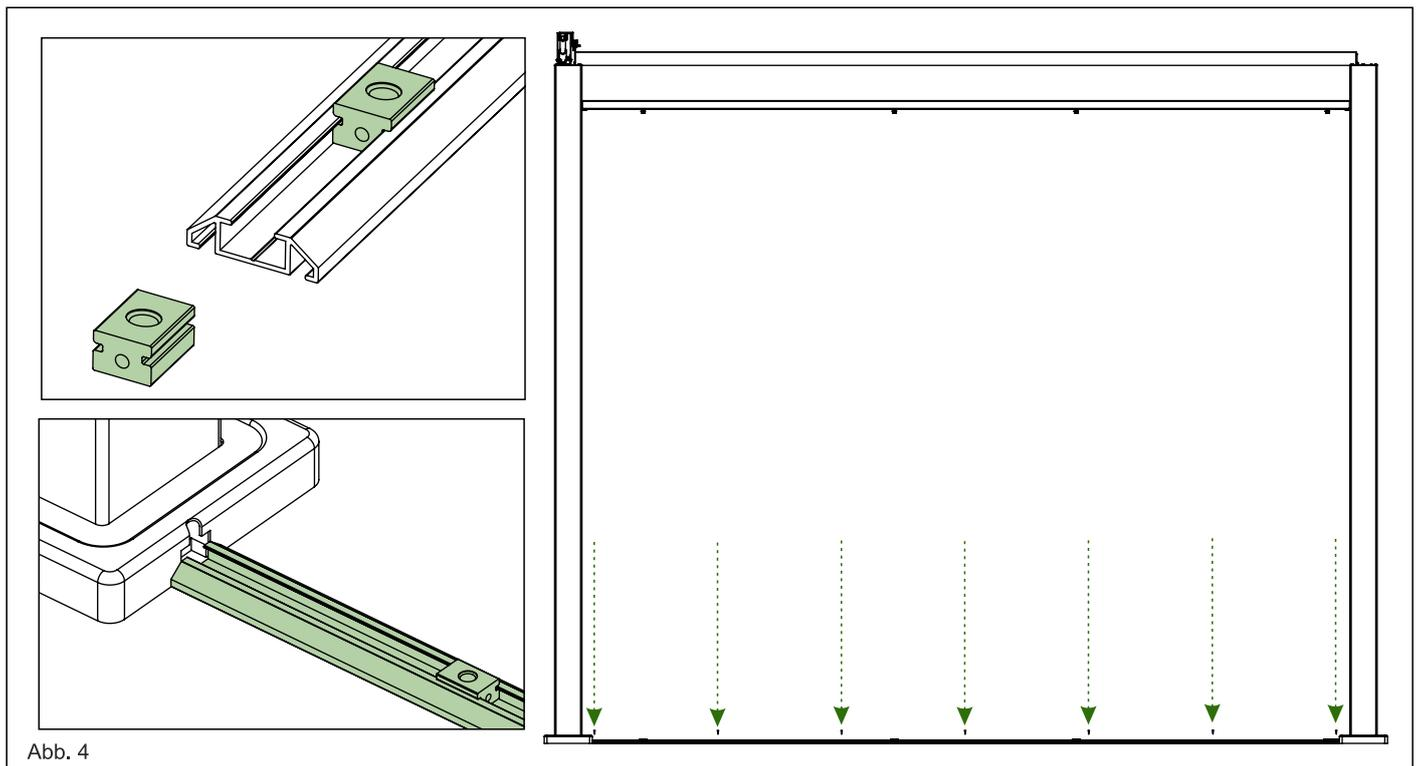

Abb. 4
3. Sieben Sie die unteren Schienenschlitten in die untere Schienenführung. Legen Sie die untere Schiene bündig zu den Ausschnitten in der Pfostenkappe und befestigen Sie diese mit für Ihr Fundament geeigneten Schrauben/Bolzen. Siehe Abb. 4.